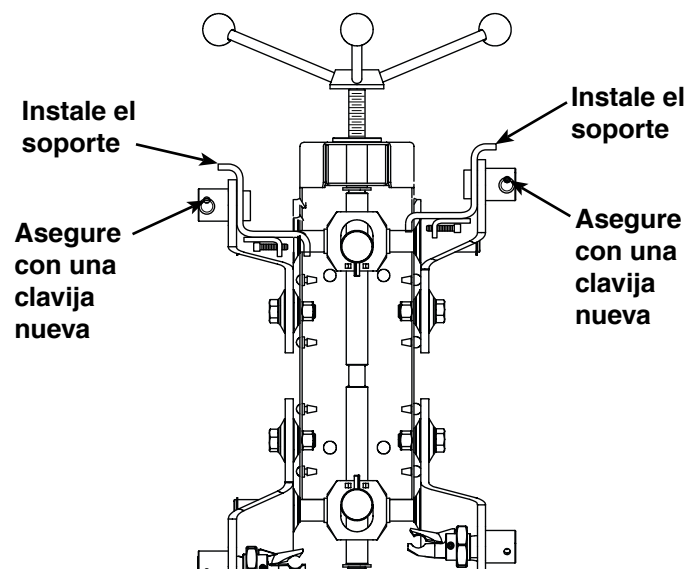

Figura 2
2. Con los adaptadores posicionados como muestra la figura 2, inserte los soportes del adaptador en los brazos superiores y asegúrelos insertando las clavijas (provistas) en el frente de los orificios de la clavija.